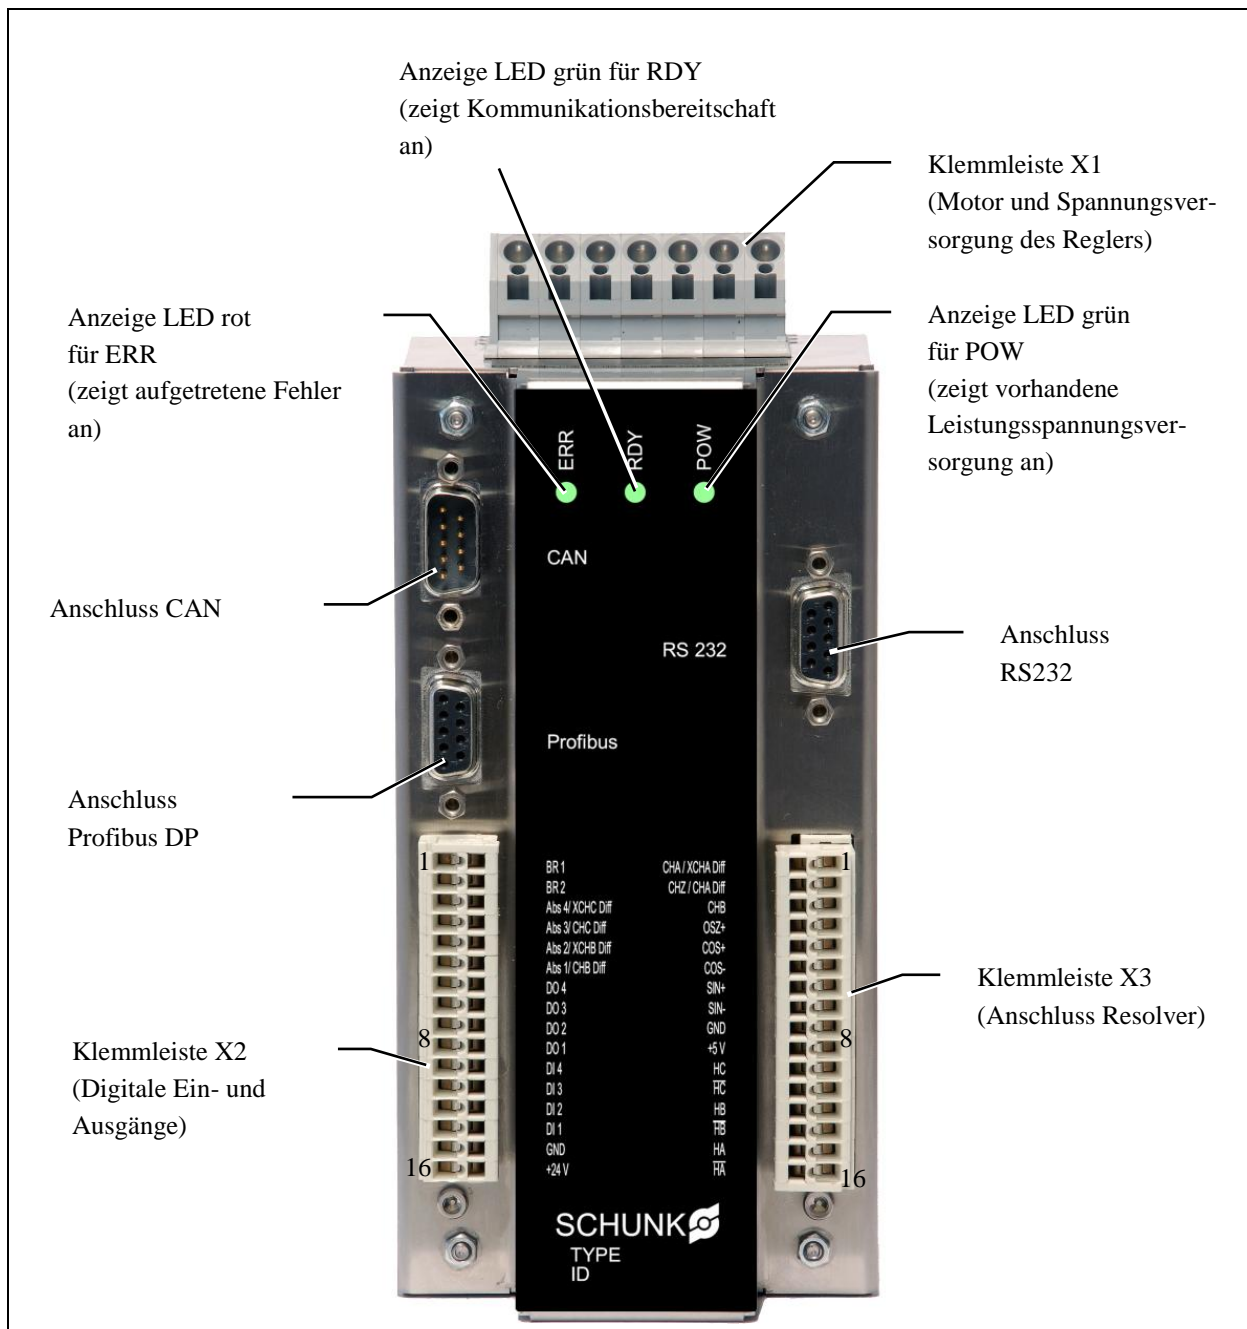

Abb. 7 Aufbau des Reglers MCS-12
1. Anschließen des Gebersystems (inkrementelle Encoder) vom STM an die Klemmleisten X2 und X3 des Reglers MCS-12. (Position der Klemmleisten siehe Abb. 7 Seite 35; Pin-Belegung der Klemmleisten siehe ab Tab. 20, Seite 39)
Die Klemmleiste X1 dient dem Anschluss der Motorphasen und der Spannungsversorgung des Leistungsteils des Reglers. (Position der Klemmleisten siehe Abb. 7, Seite 35)
(Position der Klemmleisten siehe Abb. 7 Seite 35)
Der Anschluss erfolgt über einem 9poligen SUB-D Stecker von der Steuerung (PC / SPS) zum Regler (MCS-12). (Position für den Stecker siehe Abb. 7 Seite 35)
Der Anschluss erfolgt über eine 9polige SUB-D Buchse von der Steuerung (Master) zum Regler (MCS-12). (Position für den Stecker siehe Abb. 7 Seite 35)